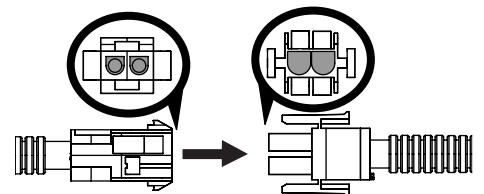

Figure 2-4
1. Raccordez le faisceau du phare/12 V au faisceau principal. Les connecteurs en D doivent être bien alignés. Voir Figure 2-4.